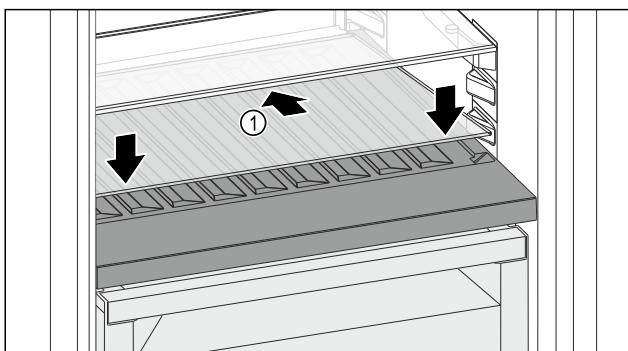

Fig. 116
- Skleněnou desku Fig. 116 (1) zasuňte šikmo a skloněnou dozadu dolů.
- Skleněnou desku Fig. 116 (1) vpředu spusťte dolů.